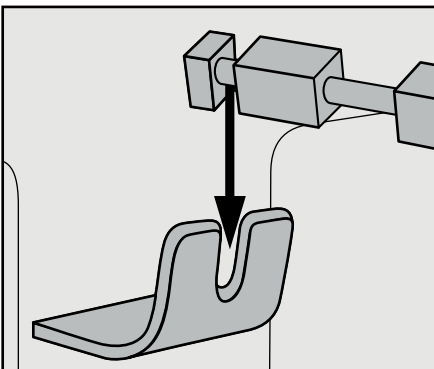

Fig. 2: Colocación del espetón **16** en el alojamiento del espetón **9**
- Tras esto, inserte ahora el otro extremo del espetón **16** con la muesca profunda en el alojamiento del espetón **9** (fig. 2):